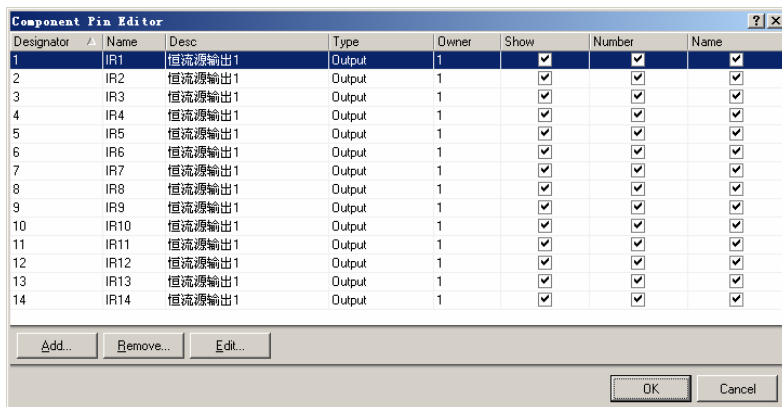

图 5.12 “Component Pin Editor”对话框
(18) 单击“Library Component Properties”对话框左下方的“Edit Pin”按钮，打开如图 5.12 所示的“Component Pin Editor”对话框。